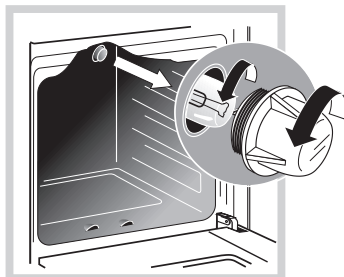

Рис.22
- Открутите стеклянный плафон (рис.22)